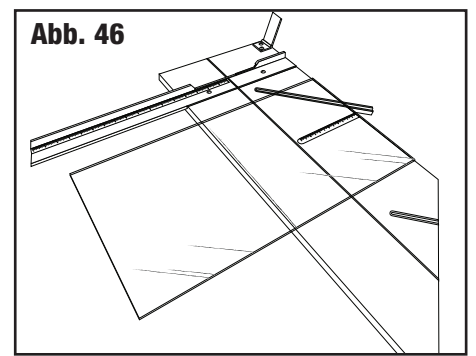

Abb. 47
9. Drücken Sie so fest auf das überhängende Stück der Scheibe, so dass es abbricht (**Abb. 47**).